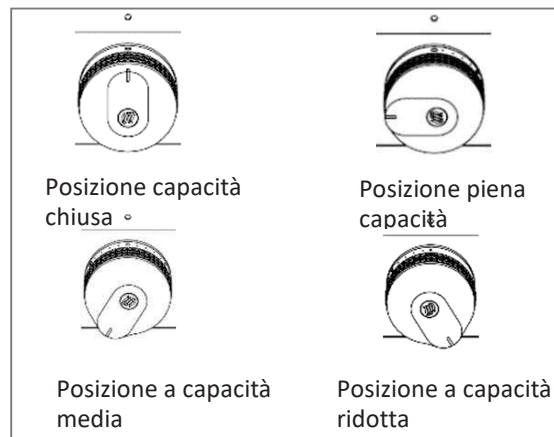

Figura 2 : Regolazione della leva di comando
5. Regolare poi a piacimento l'altezza della fiamma girando la leva di comando a piena capacità (cerchio grande) o a capacità ridotta (cerchio piccolo) (Vedere Figura 2)
6. Per spegnerlo, riportare le leve di comando sul simbolo di chiusura (O) e poi chiudere il rubinetto della bombola del gas.